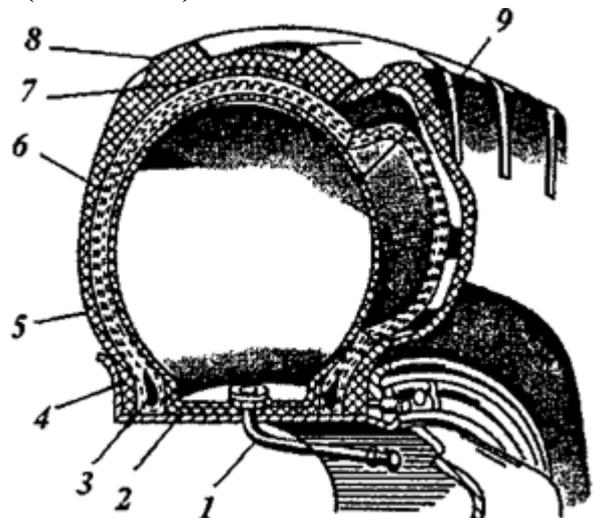

Рис. 1.17. Камерная шина.
74. ЭЛЕМЕНТЫ ШИНЫ И ПОКРЫШКИ (РИС. 1.17):